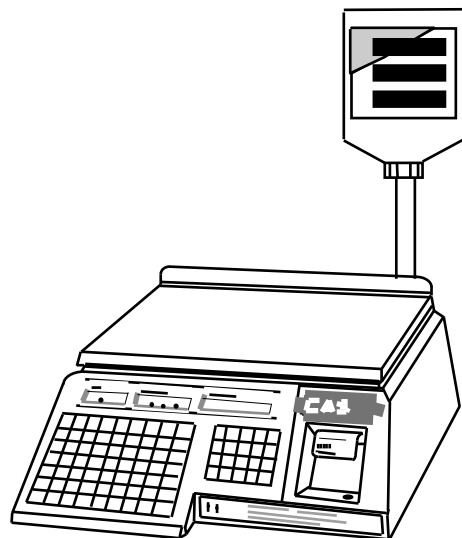

Рис. 3. УСТАНОВКА СТОЙКИ ДИСПЛЕЯ
□ Смонтируйте стойку дисплея, как показано на рис. 3.